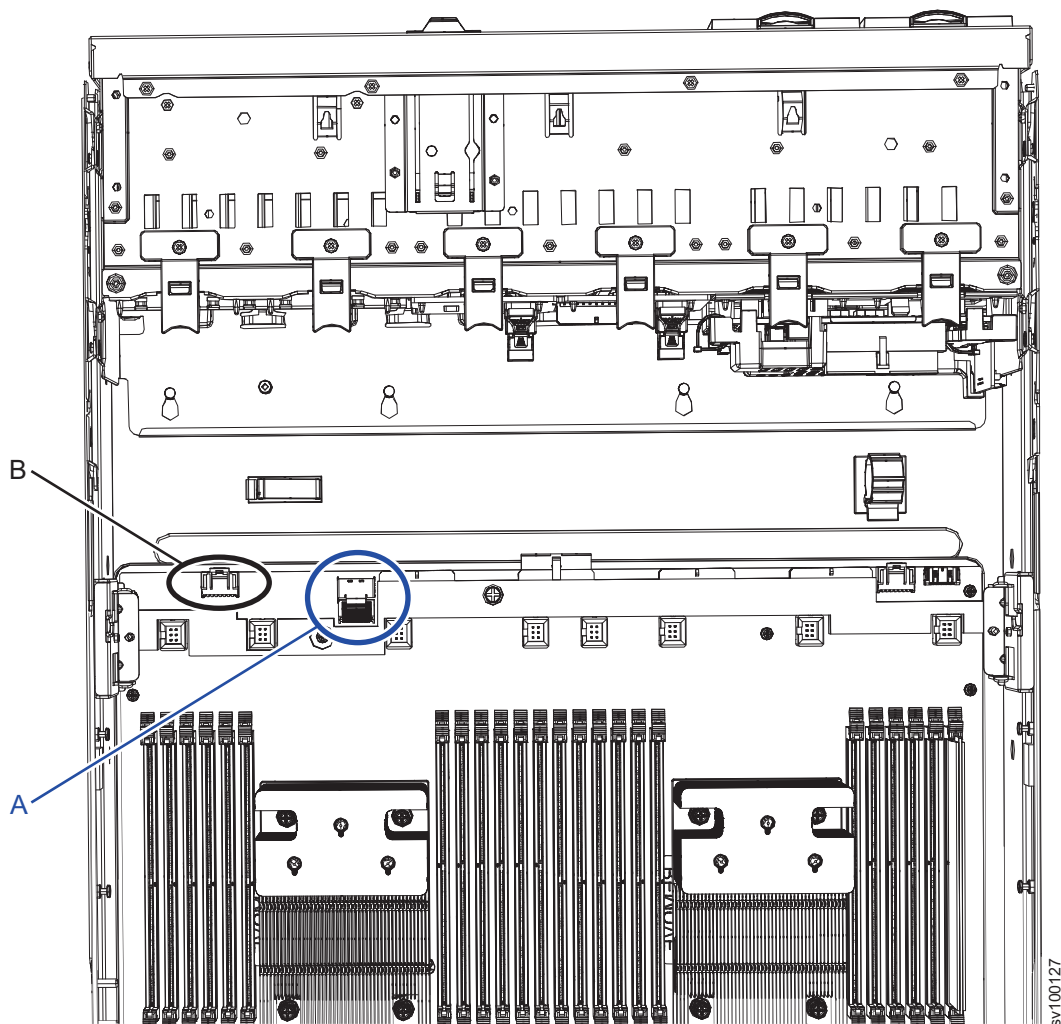

図 167. メイン・ボード上にあるオペレーター情報パネル・ケーブルのケーブル・コネクタ
2. 209 ページの図 167 に示すように、メイン・ボード上のコネクタから青色と黒色のケーブル（**A** および **B**）を取り外します。